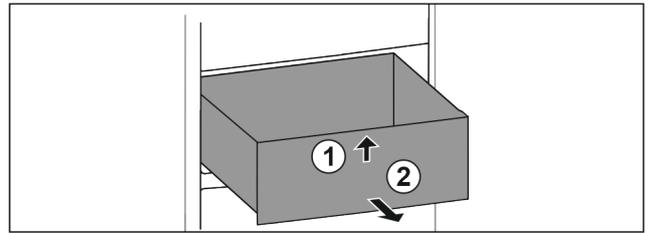

Fig. 54
- ▶ Schubfach vorne anheben. Fig. 54 (1)
- ▶ Schubfach nach vorne entnehmen. Fig. 54 (2)